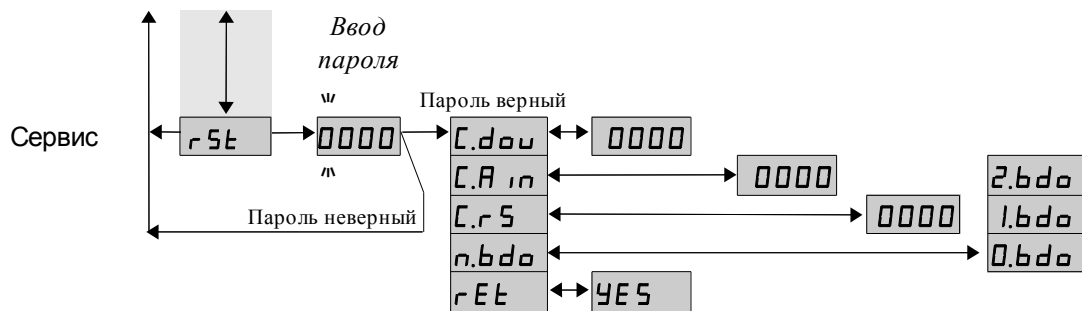

Рисунок G.1 - Режим «Настройка» (конфигурация)
G.1 Вход в режим «Настройка» осуществляется из режима «Измерение» одновременным нажатием кнопок  и  (Рисунок G.1).